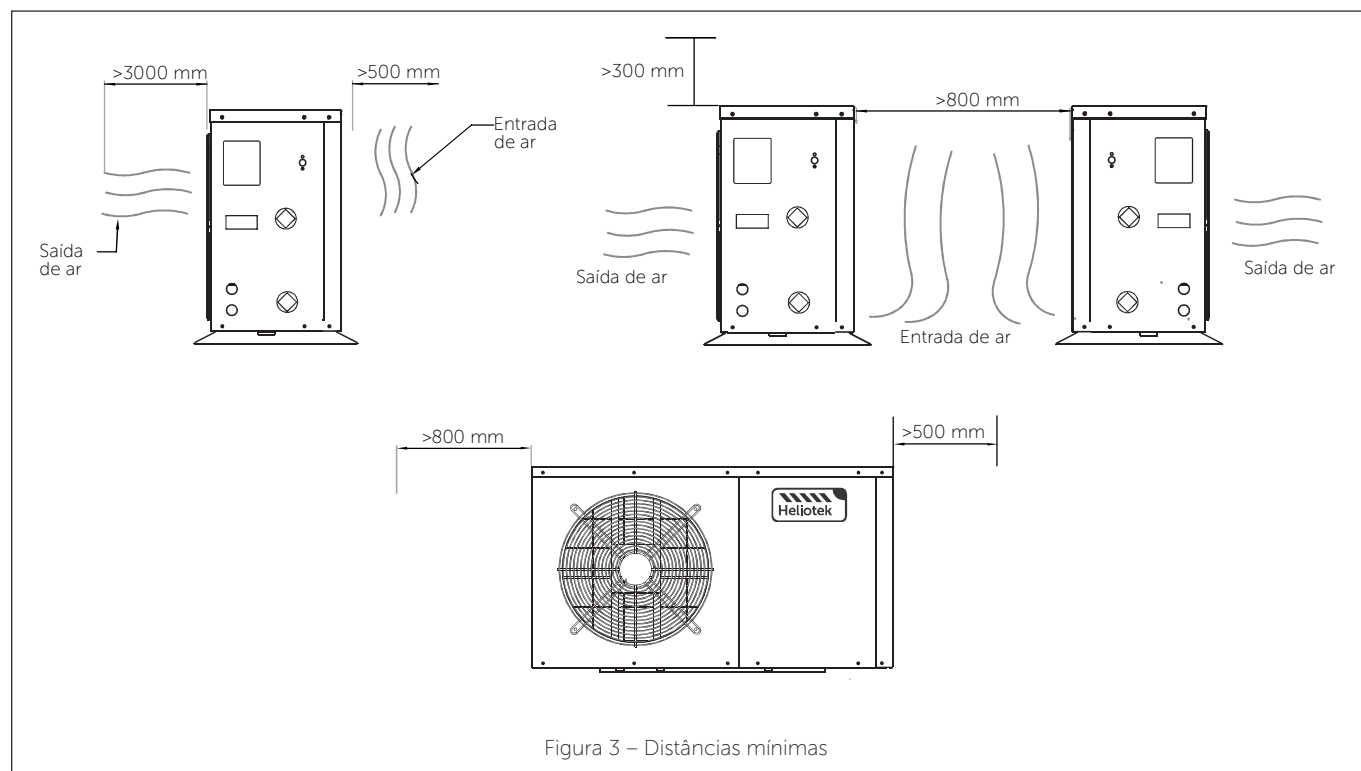

Figura 3 – Distâncias mínimas
- Observar as distâncias mínimas indicadas na figura 3 abaixo: